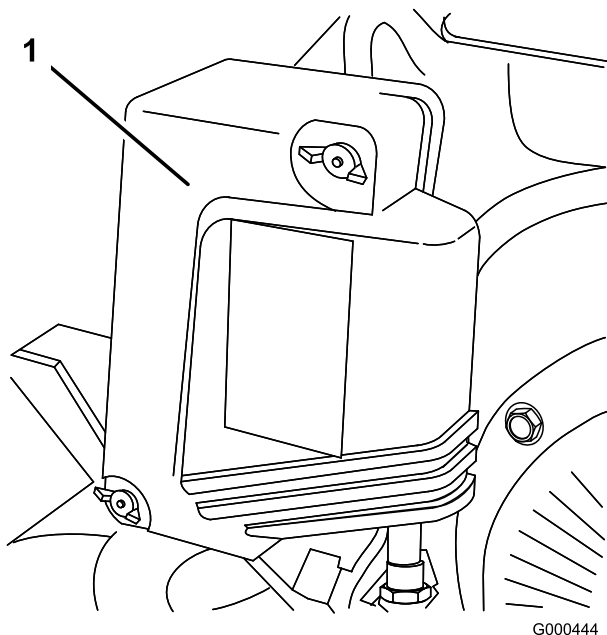

図 21
2. エア・クリーナ・カバーの蝶ナットを取り、カバーを外す。カバーを丁寧に清掃する（図 21）。